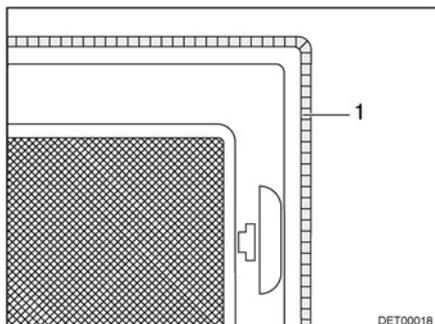

Fig. 35 Ventilación forzada
**Ventilación forzada** Según el equipamiento, la claraboya estará equipada con una ventilación forzada (Fig. 35,1). Las claraboyas con ventilación forzada están instaladas en el habitáculo y en el cuarto de aseo.